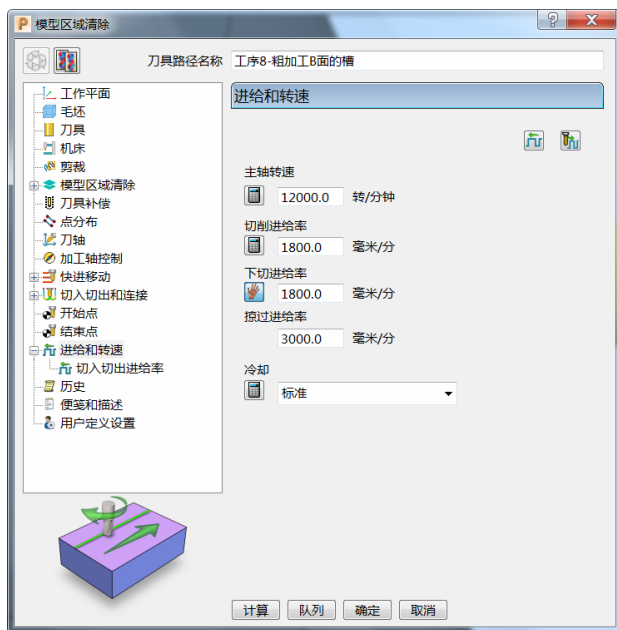
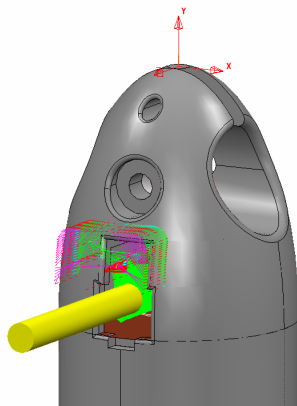

图 6-75
图 6-76
1800.0mm/min、掠过进给率 3000.0mm/min，标准冷却。（图 6-75）
10) 单击图 6-75 中的“计算”按钮，刀具路径如图 6-76 所示。